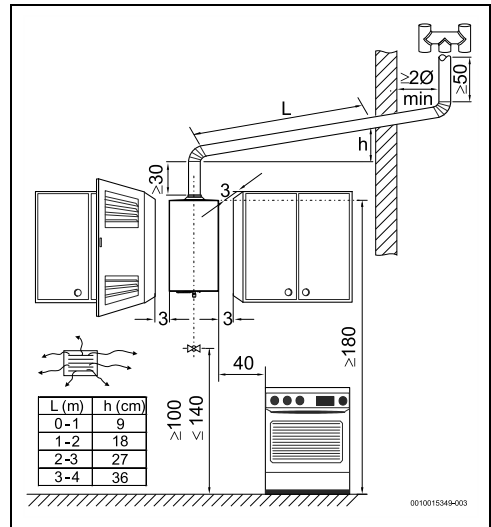

Fig. 11 Distâncias mínimas (cm)
- ▶ Respeitar as medidas mínimas de instalação indicadas na Fig. 11.
- ▶ Assegurar o bom acesso nos trabalhos de manutenção, respeitando as distâncias mínimas indicadas na Fig. 11.